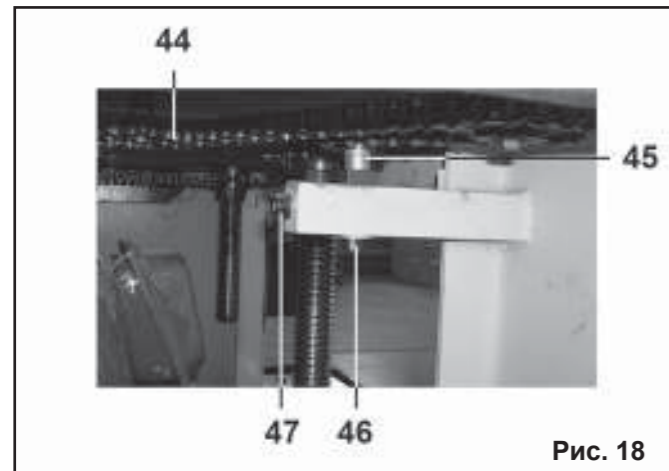

Рис. 18
10.5. Регулировка натяжения цепи механизма подъема рабочего стола (Рис. 18)